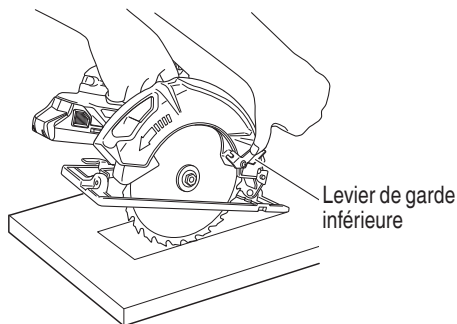

Fig. 32
1. Marquer bien lisiblement la section à couper avec des lignes sur tous les côtés. (Voir Fig. 32)
3. Pousser le levier à fond vers l'arrière jusqu'à ce que la lame soit exposée, comme indiqué à la Fig. 32.